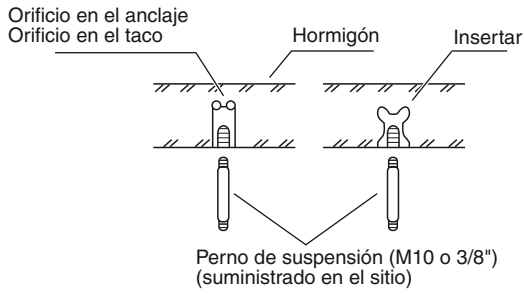

Fig.3-3
- Inserte pernos de suspensión (Fig. 3-3).
- (2) Atornille los pernos de suspensión, dejando que sobresalgan del techo (Fig. 3-3). (Si es necesario, corte el material del techo).